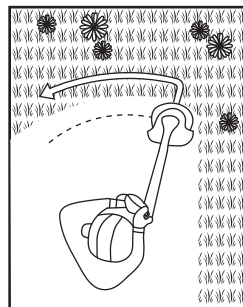

Fig. 20
5. Déplacer lentement et régulièrement le produit de gauche à droite en formant un arc, puis revenir à la position de départ avant de couper la zone suivante (Fig. 20).